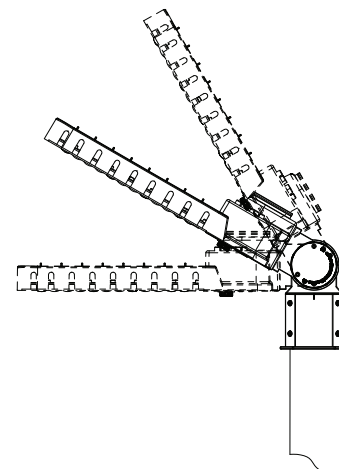

FIG. 10
3. Pour orienter le luminaire, desserrez le boulon central d'articulation M12x40 sur le bras, orientez de 0 à 60° en toute direction (voir la FIG. 10)